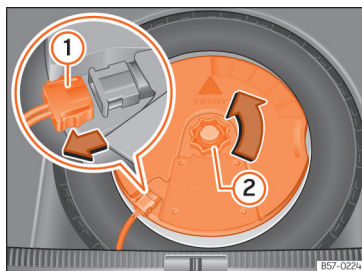

Fig. 184 Na bagageira: desmontar o subwoofer.
- Desligue o cabo do altifalante subwoofer »» Fig. 184 ①.
- Rode a rodinha de fixação no sentido contrário ao dos ponteiros do relógio »» Fig. 184 ②.